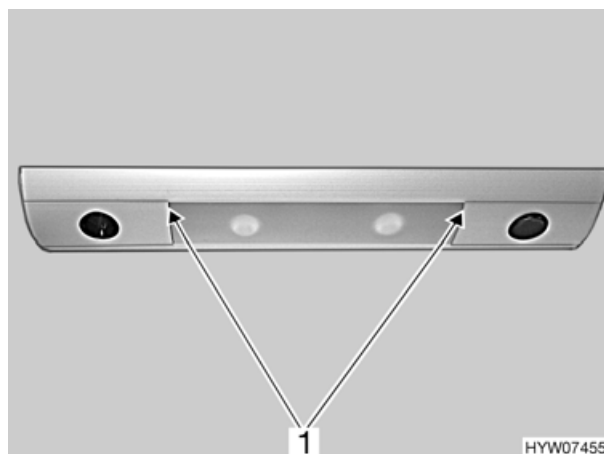

Fig. 106 Luce piano di lavoro/luce area cottura
- Tirare il vetro della luce (Fig. 106,1). Iniziare ad estrarre tirando a destra o a sinistra.